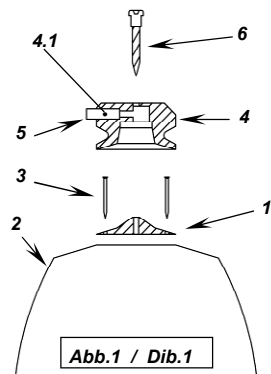

Abb.1 / Dib.1
(cf. Fig. 1)
III.) FINITION DE L'EMBOÛTURE (cf. Fig. 1 et 2)
I.) PREPARATION FOR THERMOFORMING OR LAMINATION (See Fig. 1)
III.) SOCKET FINISHING (See Fig. 1 and 2)
I.) VORBEREITUNG ZUM THERMOFORMEN UND LAMINIEREN (Siehe Abb. 1)
III.) FERTIGSTELLUNG DES SCHAFTS (Siehe Abb. 1 und 2)